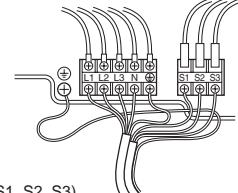

Fig. 6-2
6.1. Udendørs enhed (Fig. 6-1, Fig. 6-2)
- ① Afmonter servicepanelet.
② Før kablerne som angivet i Fig. 6-1 og Fig. 6-2